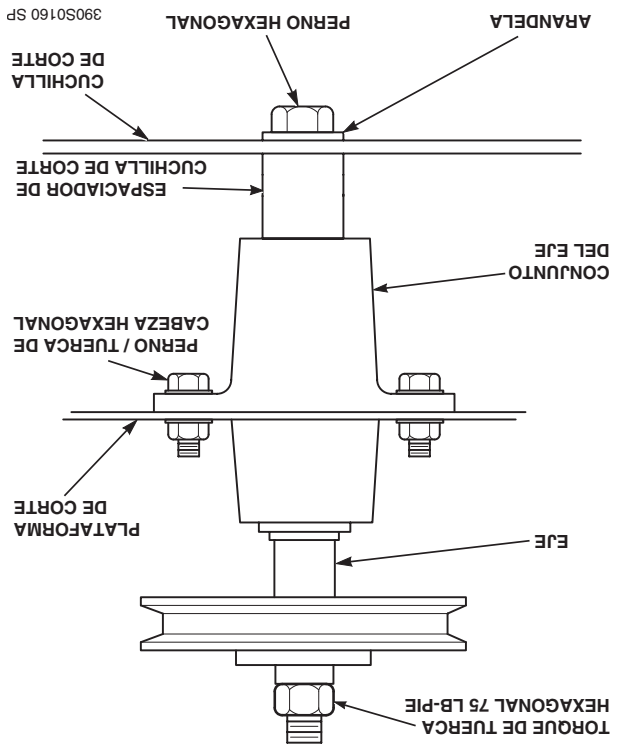

Figura 7-10 Reemplazo de la cuchilla
3. Asegure las cuchillas de corte para evitar que giren, (Use la herramienta opcional Blade Buddy, N/P 9212, para ayudarlo a asegurar las cuchillas de corte) y quite la tuerca del perno de fijación de la cuchilla. Quite la cuchilla de corte, el perno y el espaciador del eje. (Figura 7-10).
6. Instale la tuerca hexagonal en el perno de la cuchilla en la parte superior del eje de corte. Evite el giro de las cuchillas con un apriete de 75 lbs-pie. (Vea la Figura 7-10).